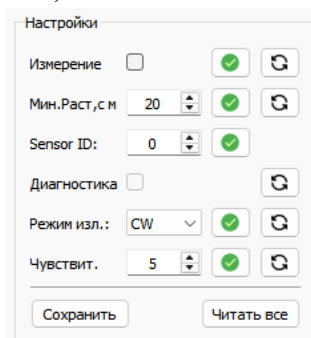

Рисунок 2.7 – Внешний вид области «Настройки»
2.5.7.1 Перейдите на вкладку параметры. Настройка осуществляется в области «Настройки» (рисунок 2.7).
2.5.9.1 Перейдите на вкладку параметры. Управление осуществляется в области «Настройки» (рисунок 2.7) напротив поля «Режим изл.». Режим FMCW (штатный, автоматически устанавливается при подаче питания) – режим излучения с частотной модуляцией. Режим CW (технологический, используется для измерения диаграммы направленности излучения) – режим излучения на моно-частоте.